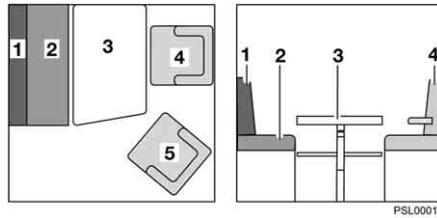

Fig. 27 Prima della trasformazione
- Ruotare il sedile del guidatore (Fig. 27,4) con lo schienale verso la porta guidatore.
- Ruotare il sedile passeggero (Fig. 27,5) con lo schienale verso la porta passeggero.
- Trasformare il tavolo (Fig. 27,3) in struttura di supporto letto (vedi paragrafo 7.6).